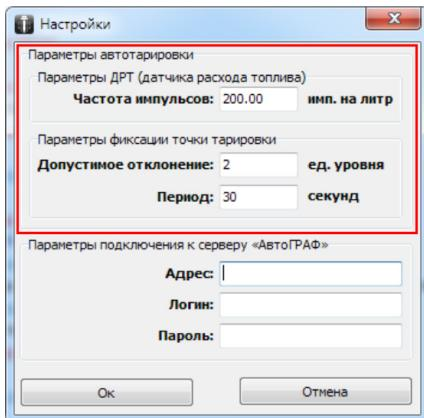

Рис.2. Настройка автотарировки.
- В появившемся меню (Рис.2) необходимо задать настройки расходомера в блоке «Параметры ДРТ» – частоту импульсов (количество на 1 литр топлива). Данная характеристика приведена в документации на расходомер;